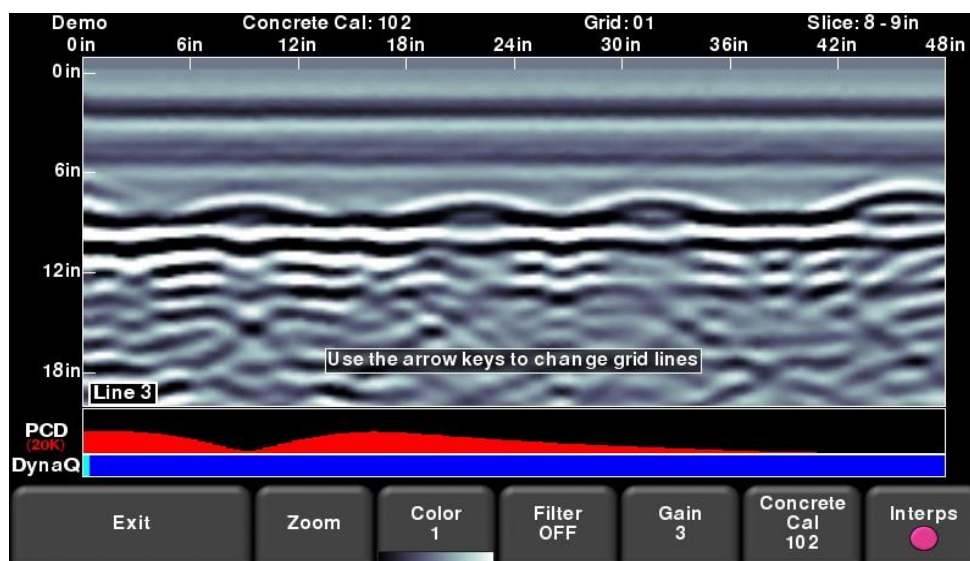

Fig. 8-8: Grid Line を全画面表示するには、Line View ボタンを押す。
- **Line View** – このボタンを押し、現在選択されているグリッド・ラインを全画面表示します(Fig. 8-8)。